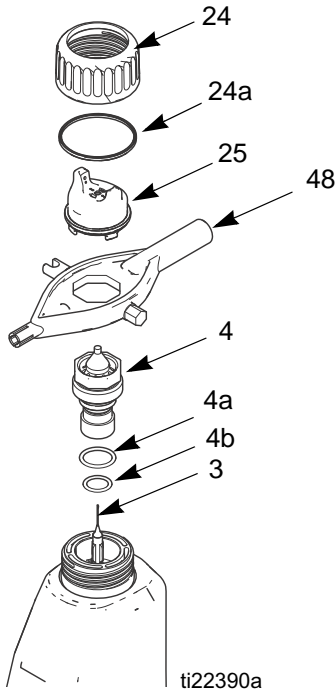

FIG. 18. Hava Başlığı/Nozulun Değiştirilmesi
2. Tutma halkasını (24) ve hava başlığını (25) sökün. Bkz. FIGURE 18.
3. Çok işlevli alet (48) ile akışkan nozulu (4) tertibatını sökerek tabancayı yukarıya yönlendirin.